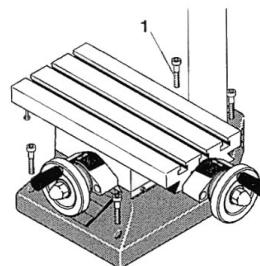

Fig. 2
1. Kreuztisch auf die Arbeitsfläche legen und mit vier M6 Innensechskantschrauben 1 (Fig. 2) befestigen.
1. Place the compound table onto the work bench and fasten it with four M6 Allen screws 1 (Fig. 2).
1. Poser la table sur l'établi et la fixer à l'aide des vis à six pans creux M6 1 (fig. 2).
1. Mettere la tavola composita sulla superficie di lavoro e fissarla con quattro viti ad esagono cavo M6 1 (fig. 2).